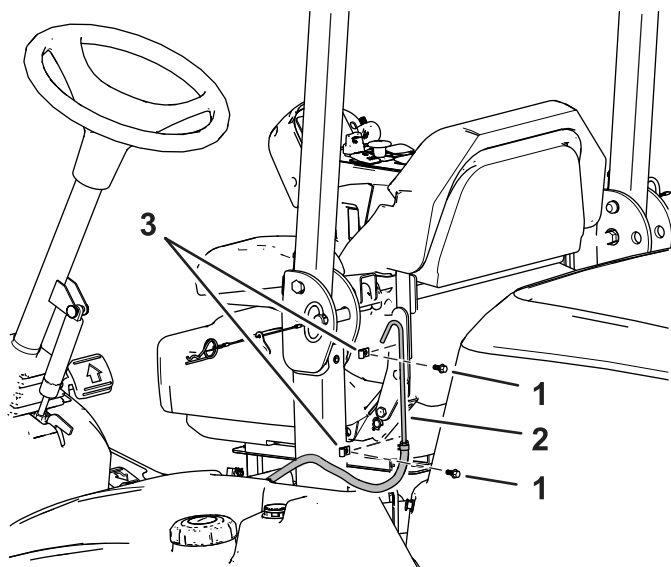

**Figure 5**
7. Retirez les écrous et les boulons de l'accoudoir droit et faites-le pivoter vers le centre (Figure 5).